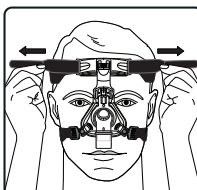
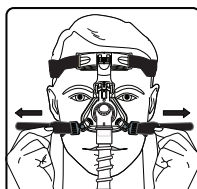

Figura 4
Figura 5
3. Ajuste el arnés uniformemente mediante la correa superior (Figura 4) e inferior (Figura 5). La mascarilla debería asentarse sobre su cara de forma cómoda.